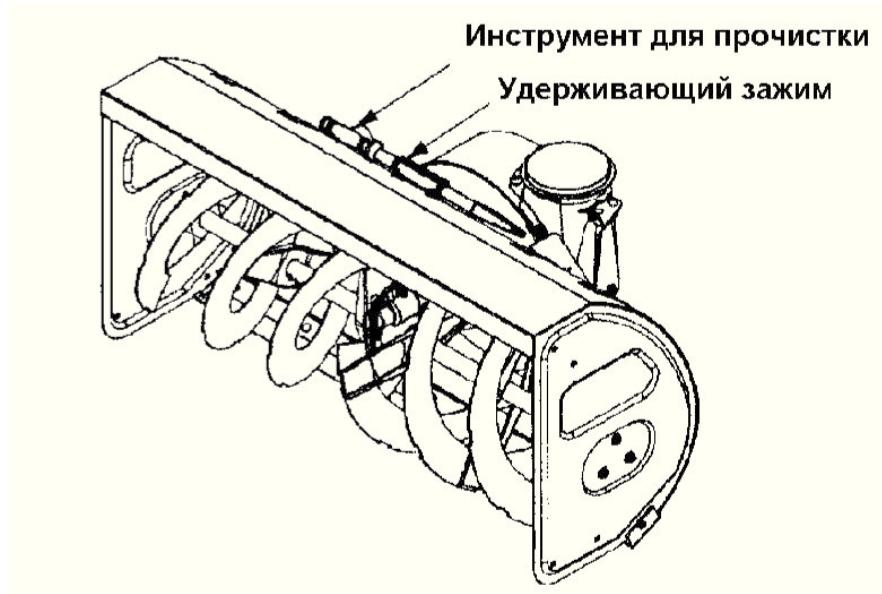

Рисунок 8
3. Снимите инструмент, высвободив его из крепежного зажима. Смотрите рисунок 8.
1. (Гусеничные снегоуборщики). Установите рычаг регулировки положения снегоуборщика (см. рис. 8, поз. 1) в положение III (транспортировка).
2. Установите рычаг переключения скоростей (6) в положение наибольшей передней скорости.
3. Нажмите на рычаг привода колес/гусениц (2) и сдвиньте снегоуборщик вперед.
4. В момент передвижения снегоуборщика установите рычаг переключения скоростей (6) в положение наибольшей задней скорости «R», а затем в положение наибольшей передней скорости.
6. Если в момент перемещения снегоуборщика нажать на рычаг привода колес/шнека (2), то колеса/гусеницы должны заблокироваться. Если этого не произошло, то необходимо натянуть тросик привода колес/гусениц (см. раздел “Регулировка тросиков привода”).